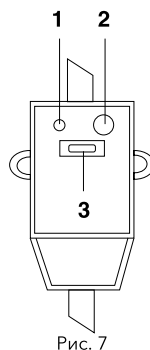

Рис. 7
| Индикация отсутствует | Сработала защита УЗО | Протестируйте УЗО, нажав кнопку «test». В случае, если УЗО прошло тестирование, нажмите на кнопку (3) перезапуска. В случае, если тестирование не проходит, свяжитесь со специалистами по техническому обслуживанию для осуществления ремонта (см. рис. 7) |